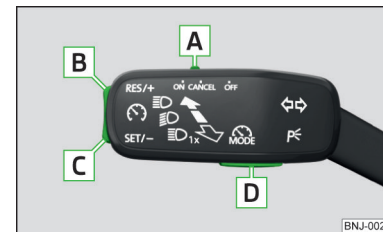

Abb. 218
Übersicht der Bedienelemente der GRA » Abb. 218
- ▶ Durch das Drücken der Taste **D** » Abb. 218.
- Durch das Drücken der Taste **D** » Abb. 218 während der Regelung wird diese abgebrochen und es wird der Geschwindigkeitsbegrenzer aktiviert.